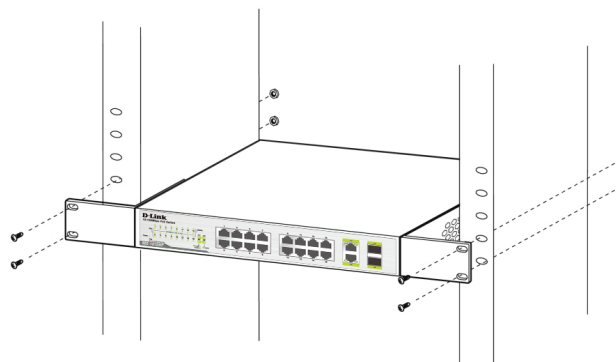

Figure 4. Montage dans le rack
2. Utilisez les vis fournies avec le bâti pour monter le périphérique dedans, comme illustré à la **Figure 4**.